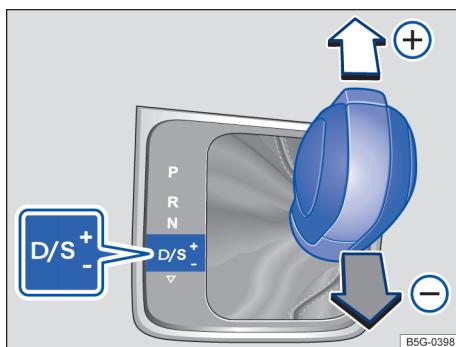

Fig. 134 Alavanca seletora na posição Tiptronic.
- Mover a alavanca seletora para frente (+) ou para trás (-) para aumentar ou diminuir a marcha → Fig. 134.